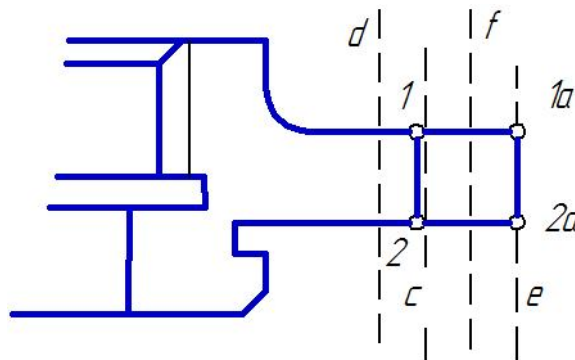

Рис. 2.37. Редактирование ломаного разреза
5. Откорректируйте разрез А-А (рис. 2.37):